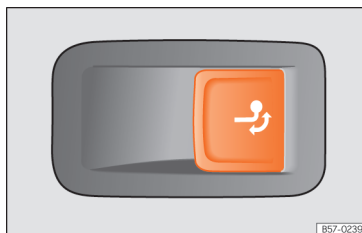

Рис. 184 На правому боці багажника: кнопочний пристрій для розблокування тягово-зчіпного пристрою.
- Коротко потягніть клавішу >>> **рис. 184**. Тягово-зчіпний пристрій розблокується, після чого автоматично повернеться назовні. Контрольний індикатор кнопки блиматиме.
- Коротко потягніть клавішу >>> **рис. 184**. Тягово-зчіпний пристрій розблокується.
• Не тягніть клавішу >>> **рис. 184**, якщо до автомобіля приєднаний причіп або на тягово-зчіпному пристрої встановлене кріплення для велосипедів чи інша багажна система.